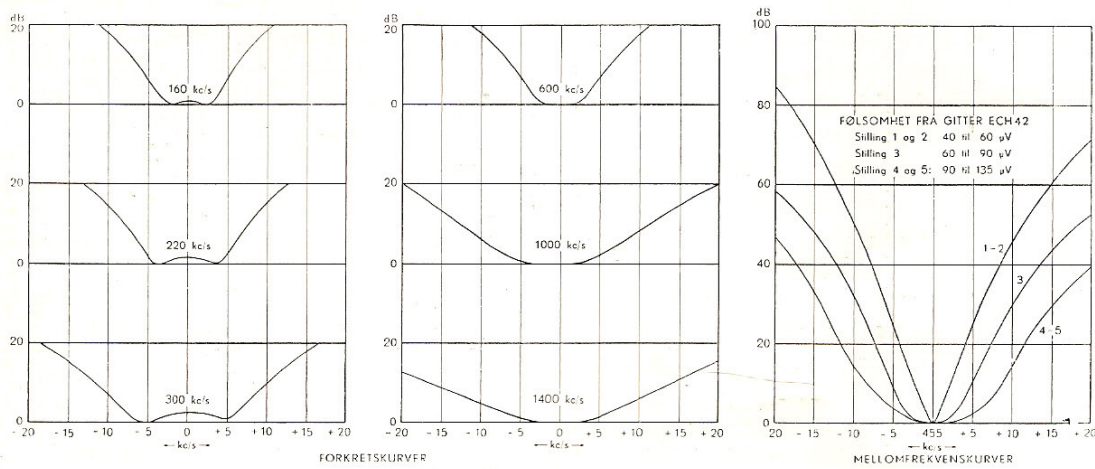

Fig. 11. Selektivitetskurver for forkretser og MF-filter.
**Selektivitetsvenderen.** Første MF-filte har variabel kopling mellom kretsene. Den er minst når selektivitetsvenderen (909) står i stilling 1 og 2, og filtret er da skarpest. I stilling 3 og 4 legger venderen inn ekstra koplingstørn, og båndbredden øker. Se fig. 11.
**Automatisk volumkontroll.** Fra anoden i EBF80(1) er det tatt ut spenning gjennom C76 til den ene dioden i røret. Reguleringen er forsinket av en fast positiv spenning fra spenningsdeleren R13 og R14 og inn på fanggitteret. Så lenge signalspenningen er under en bestemt minimumsgrense, er fanggitteret positivt og virker som kortslutning til katoden. Automatikk-spenningen blir dermed holdt fast på MF-rørets katodepotensial. Stiger påtrykket over minimumsgrensen, blir fanggitteret negativt, og kontrollspenningen føres inn på gitteret i EAF42 og ECH42 etter å ha blitt filtrert av C20.
Fig. 11 viser forkretsens selektivitet ved noen karakteristiske frekvenser. Mellomfrekvenskurvene for de forskjellige selektivitetsstillinger er også vist på fig. 11.